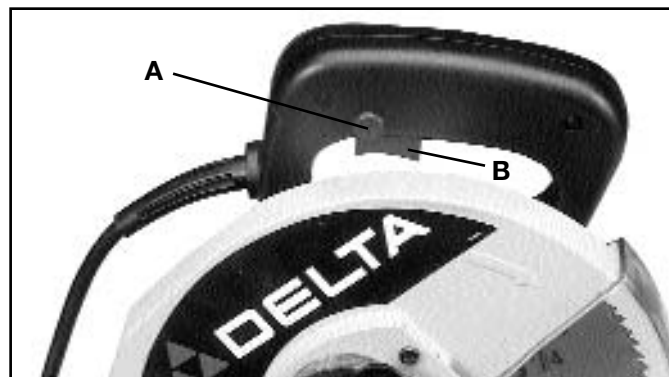

Fig. 12
IMPORTANTE: Antes de arrancar la sierra, baje el brazo de corte y asegúrese que la hoja de la sierra no entre en contacto con el borde delantero o el borde trasero de la pieza de inserción de mesa durante toda su carrera descendente. La carrera descendente del brazo de corte viene fijada de fábrica. Sin embargo, como resultado del maltrato durante el envío o el uso prolongado, puede resultar necesario hacer un ajuste pequeño a las fijaciones. Si la hoja de la sierra entra en contacto con la pieza de inserción de mesa, refiérase a la sección titulada: **“AJUSTANDO LA CARRERA DESCENDENTE DE LA HOJA DE LA SIERRA”**. Para ENCENDER la cierra, oprima la llave de cierre del interruptor (A) Fig. 12 hacia adentro, y oprima el gatillo del interruptor (B). Para APAGAR la cierra, suelte el gatillo del interruptor (B).
Para cerrar el interruptor (B) Fig. 12 en la posición de APAGADO, tire de la llave del cierre del interruptor (A), y retírela suavemente de la agarradera de la sierra.
Para activar el interruptor (B) Fig. 12, inserte la llave del cierre del interruptor (A) firmemente dentro de la agarradera de nuevo.